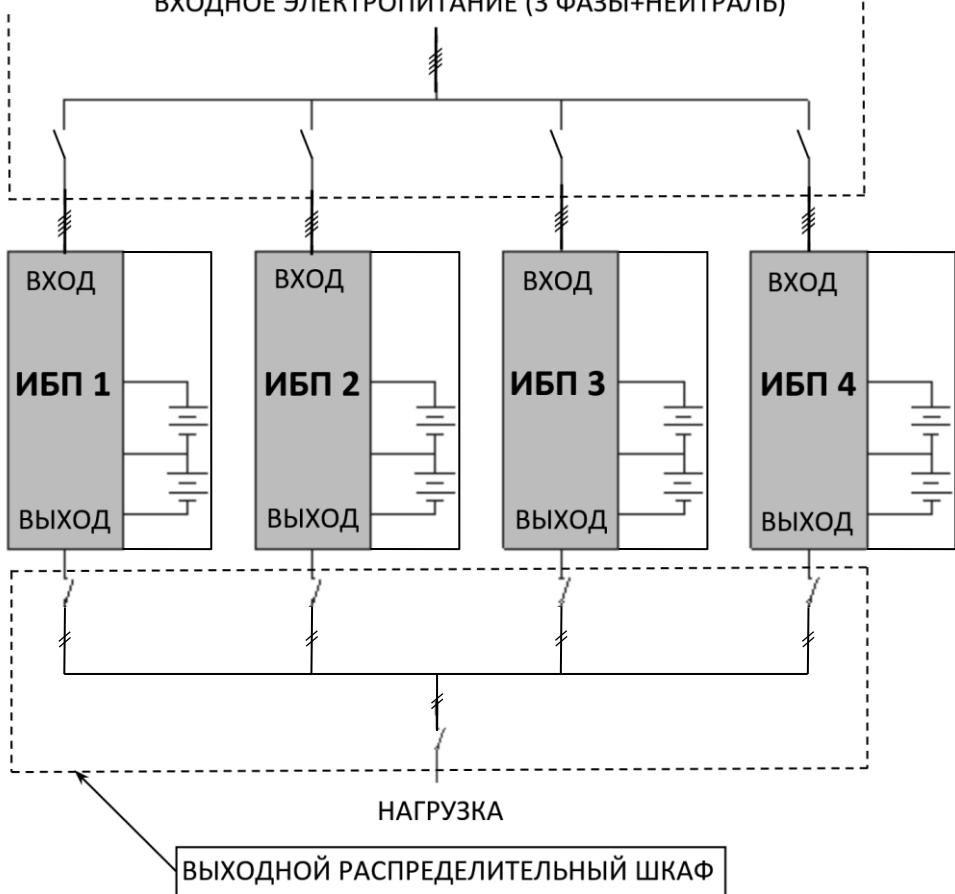
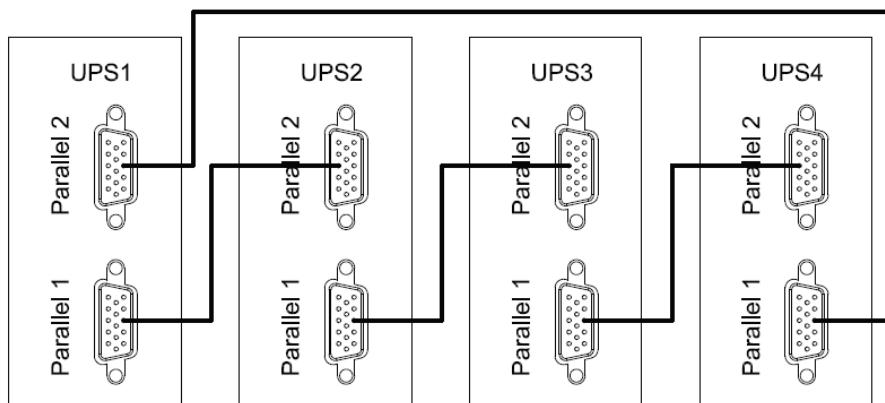

Рисунок 20 — Пример схемы подключения четырех изделий в систему параллельного резервирования с выходным распределительным шкафом.
Рисунок 21 — Схема соединения изделий в «кольцо» через параллельные порты.
Изделие имеет встроенный параллельный контроллер и может работать в системе бесперебойного питания с параллельным резервированием (см. рисунок 20 и рисунок 21). Целью такой системы является либо повышение надежности (резервирование), либо увеличение общей выходной мощности (масштабирование).
Установите дополнительные внешние выходные выключатели (см. рисунок 20) между выходными клеммами каждого изделия и общими шинами, тщательно соблюдая фазировку.
- отключите входное сетевое питания каждого изделия, убедитесь в том, что все внешние выключатели разомкнуты (см. рисунок 20);